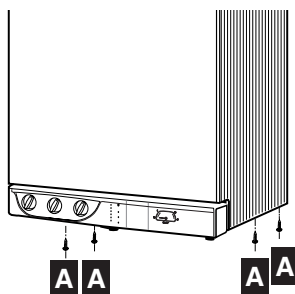

Fig. 9
- los 4 bevestigingsvijzen **A** (fig. 9) van de bekleding